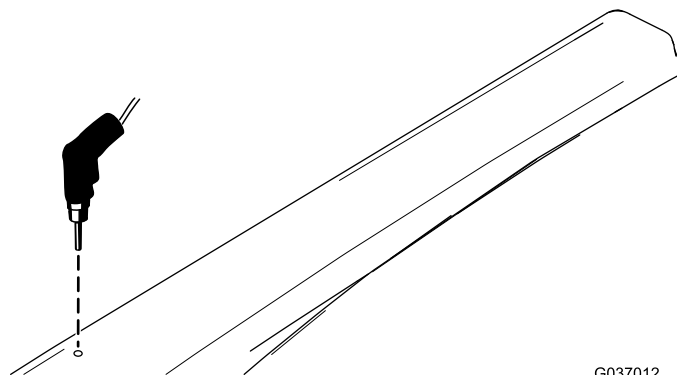

Figura 13
14. Utilizzando il foro nella parte superiore della staffa di supporto del tetto come riferimento, praticate un foro di 7,9 mm su ciascun lato del parasole (Figura 13).